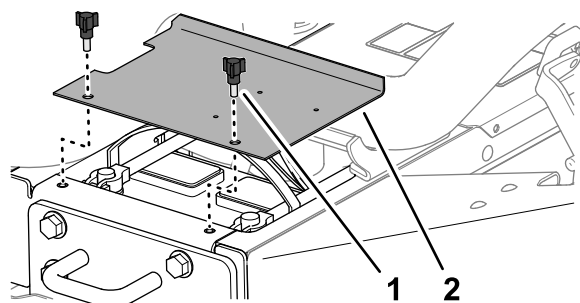

Figura 52
1. Eliberați clichetele din partea stângă i dreaptă a capotei (Figura 52).